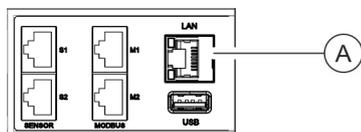

Abb. 24: LAN-Anschluss
1. ➔ Stecker vom Datenkabel in den LAN-Anschluss an der Master-PDU einstecken (Abb. 24/Ⓐ).